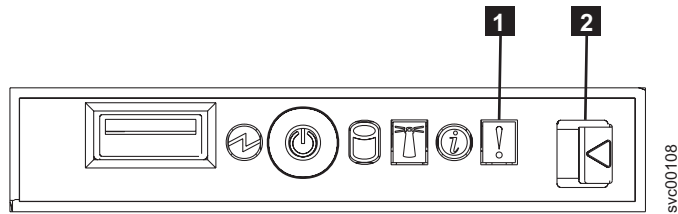

図 93. SAN ボリユーム・コントローラー 2145-8F4 オペレーター情報パネル
- SAN ボリューム・コントローラー 2145-8F2** または **SAN ボリューム・コントローラー 2145-8F4** オペレーター情報パネル上のエラー LED (458 ページの図 93 を参照) が点灯または明滅していますか?